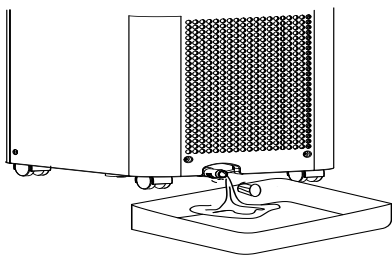

Abb. 1
- Ziehen Sie vor der Lagerung den Gummistopfen an der Unterseite des Ablassanschlusses heraus (9) und lassen Sie das Wasser in einen Behälter ablaufen. (Abb. 1) Lassen Sie zur Trocknung der internen Kältetauscher den Ventilatormodus für einige Stunden laufen, um Schimmel zu vermeiden.